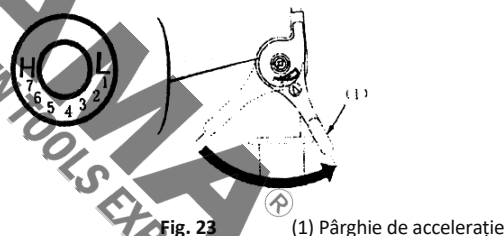

Fig. 23
- 2) Deplasați maneta de accelerație complet spre dreapta. (Fig. 23)